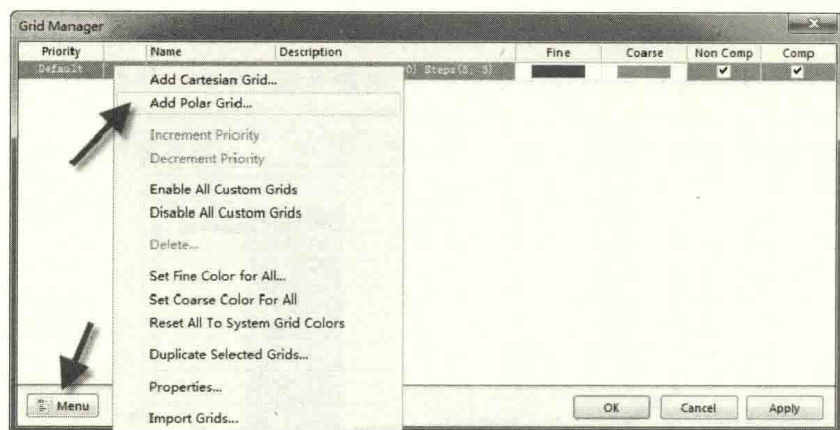

图 11-51 添加极坐标
(2) 在如图 11-51 所示的网格管理器中，默认存在一个全局网格，我们不去管它，单击左下角的“Menu”按钮，选择“Add Polar Grid...”（添加极坐标）命令。